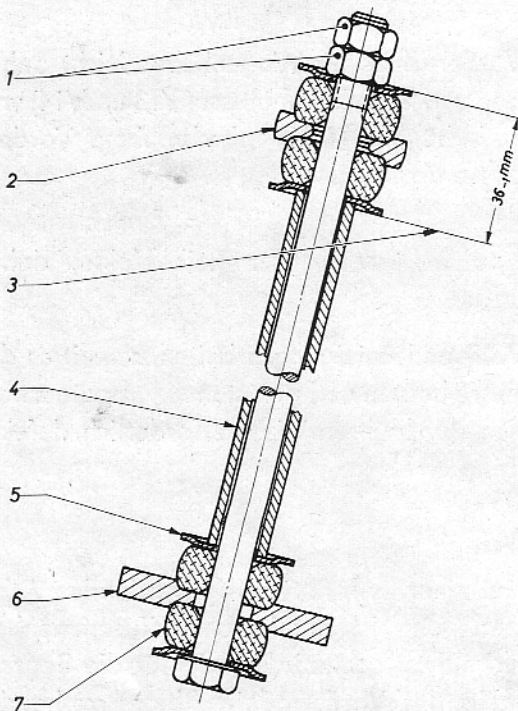

Bild 7 – Einstellmaß für Gummipuffer an Stabilisator oben und unten
3. Schraube für Stabilisator an Achse so einbauen, daß die Muttern (7/1) oben liegen. Gummipuffer (7/7) mit Druckteller (7/5), wie im Bild 7 gezeigt, einbauen und auf das Maß von 35 bis 36 mm (7/3) einstellen. Gegenmutter festziehen.